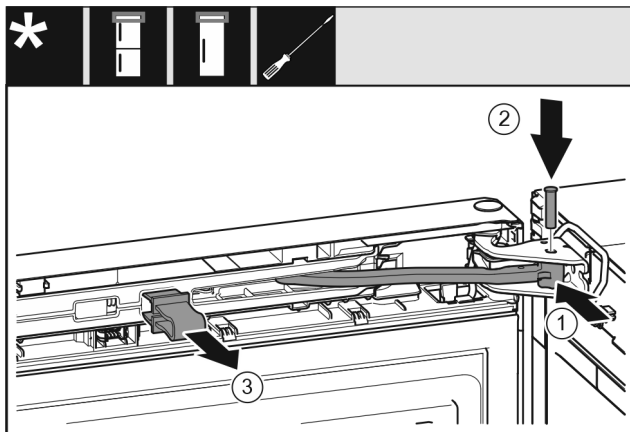

Fig. 24
- ▶ Forgassa be a csuklót a csapágybakba. Fig. 24 (1)
- ▶ Helyezze be a csapszeget a csapágybakba és a csuklóba. Közben ügyeljen arra, hogy a bekattanó bűtyök megfelelően illeszkedjen a horonyba. Fig. 24 (2)
- ▶ Vegye le a biztosítékot. Fig. 24 (3)